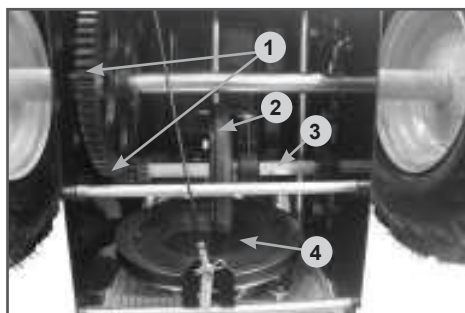

Рис. 35 Обслуживание трансмиссии
Если при нажатом рычаге включения хода снегоотбрасыватель не движется или при нажатии на рычаг включения хода слышны посторонние звуки, а регулировка длины троса включения хода не позволяет устранить проблему, возможно, фрикционное колесо 3 (Рис. 35) полностью изнашилось и его необходимо заменить.
4. Нанесите многоцелевую консистентную смазку CHAMPION EP-0 тонким слоем на шестигранный вал 3 фрикционного колеса и зубья шестерен 1 (Рис. 35).
Не допускайте попадания смазки на резиновое фрикционное колесо 2 и ведущий диск 4 (Рис. 35).